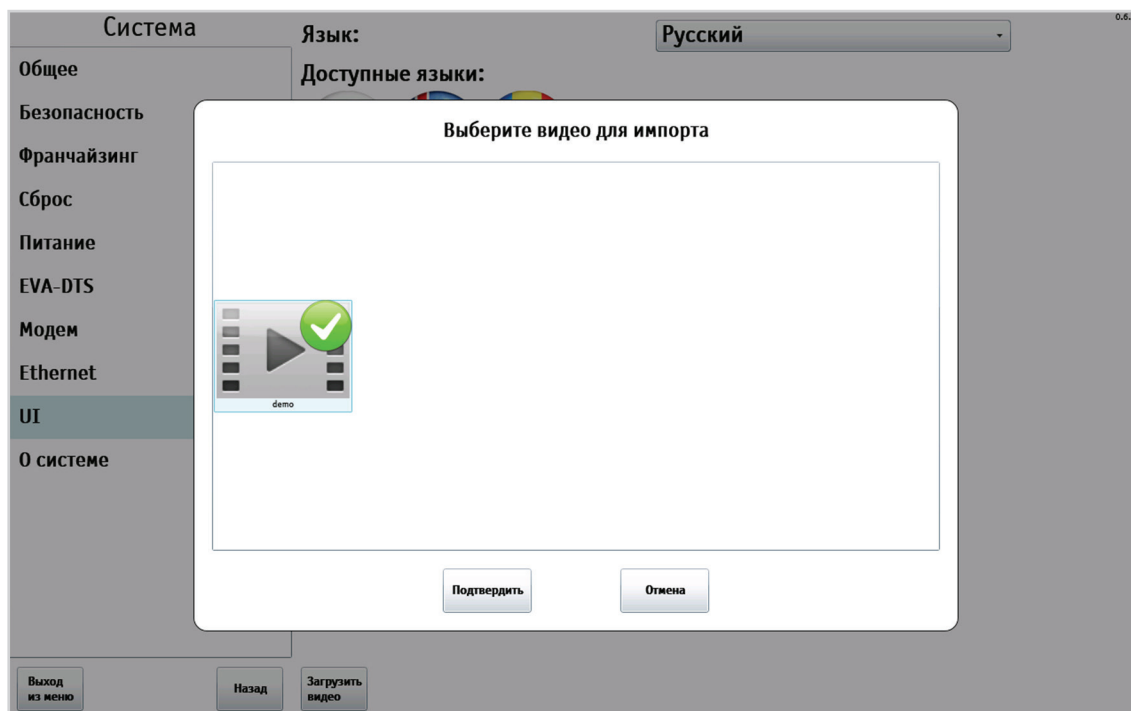

Рисунок 9.9.1 - Система (UI) - Загрузка видео
4. Выберите видео из списка (см.рис.9.9.1) и нажмите кнопку (**Подтвердить**).